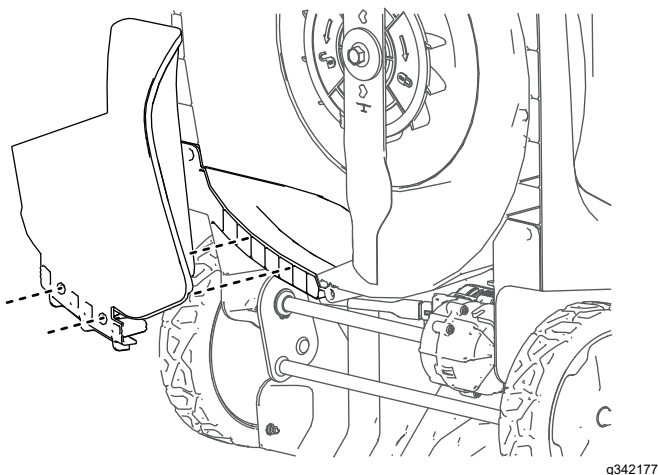

Bild 13
4. Richten Sie den Mulchstopfen aus und drücken Sie die Unterseite des Steckers ein, bis er auf den beiden Haltestiften einrastet, wie in Bild 13 dargestellt.